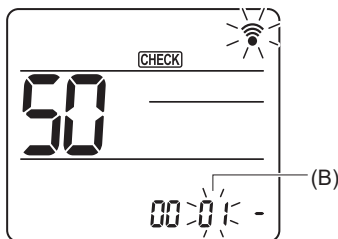

Fig. 6-16
- (3) Seleccione un modo
Pulse el botón para seleccionar el número de modo (B). (Fig. 6-16)